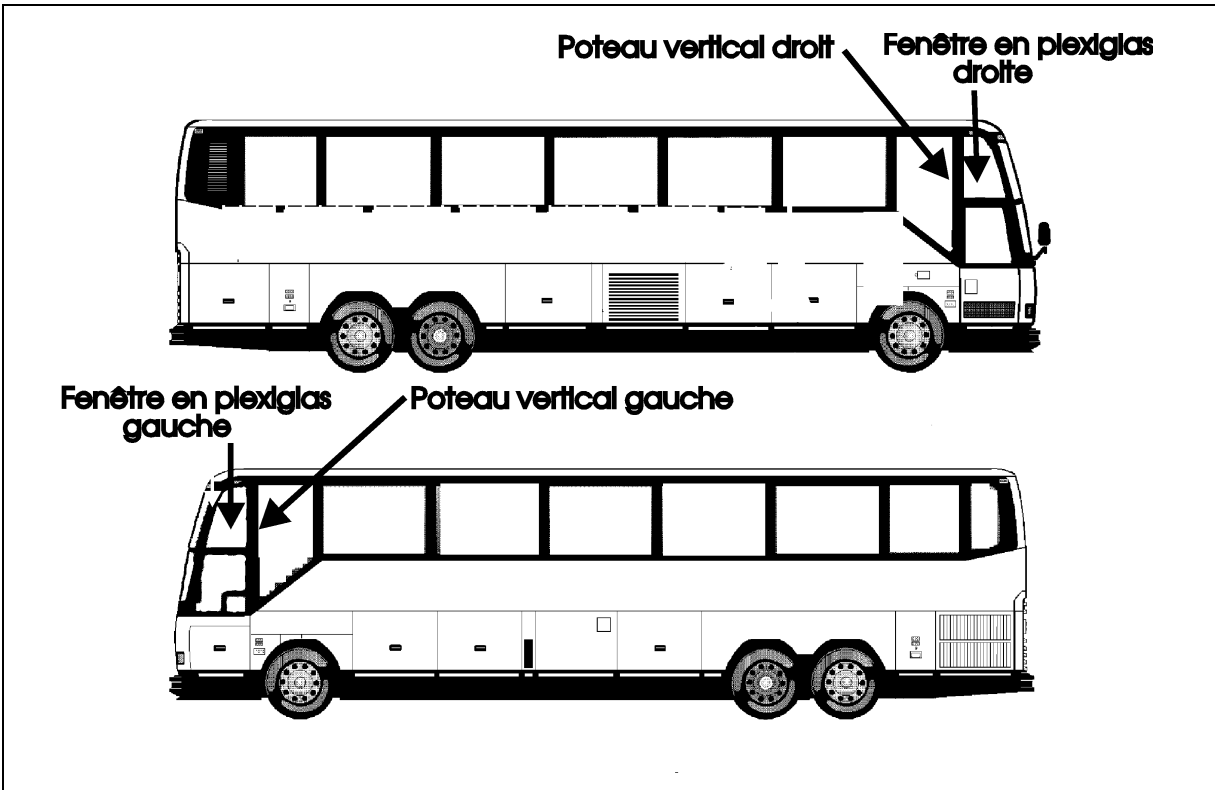

FIGURE 1: LOCATION DES FENÊTRES EN PLEXIGLAS
1. Localiser les fenêtres latérales en plexiglas à l'avant du véhicule (Fig. 1).
Remarque: Pour la lunette avant, un espace de 4 mm (minimum) doit se mesurer entre le cadre du poteau vertical et les fenêtres en plexiglas (Fig. 1).